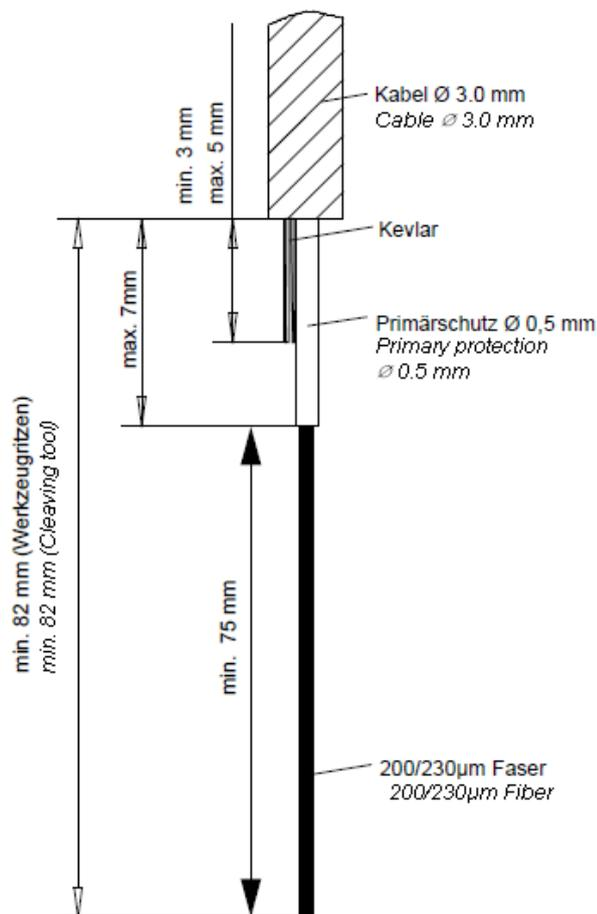

Bild 1 Abisoliermaße
1. Das LWL-Kabel ist entsprechend den angegebenen Maßen (siehe Bild 1) abzuisolieren.	1. The fiber optic cable must be stripped according to the specified dimensions (see Figure 1).